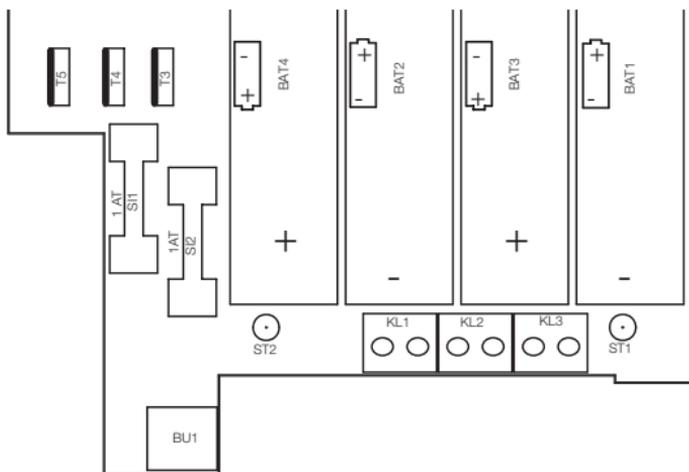

Abbildung 1: Position der Klemmen und der Buchse
- Die Kabel zum Sirenenanschluss (insgesamt 6 Einzeladern) werden durch die Bohrung in der Mauer nach außen geführt und in der FAZ 3000-SI angeschlossen. Abbildung 1 zeigt den Anschlussplan für die einzelnen Adern: